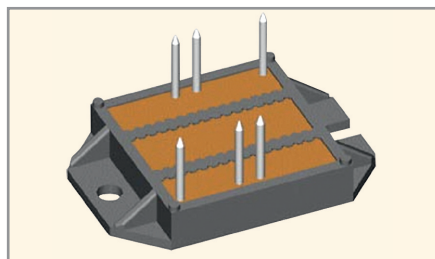

Рис. 1. Внешний вид модулей в корпусе ECO-PAC 2
*H-Bridge* – H-мостовые модули с n-канальными МОП-транзисторами семейства HDMOS, оппозитными (встроенными, защитными) диодами и встроенными терморезисторами с отрицательным ТКС, выполненные в корпусах ECO-PAC 2 (см. рис. 1) и V2-